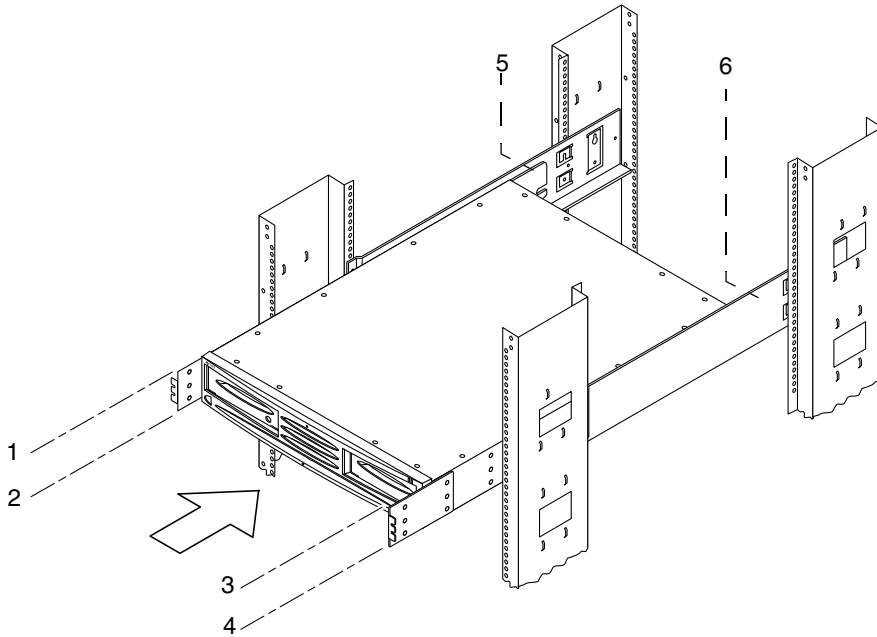

图 2-10 将介质托架滑入装配导轨
10. 将介质托架滑入两根导轨，直到装配挂耳完全贴紧机架的前部，如图 2-10 所示。